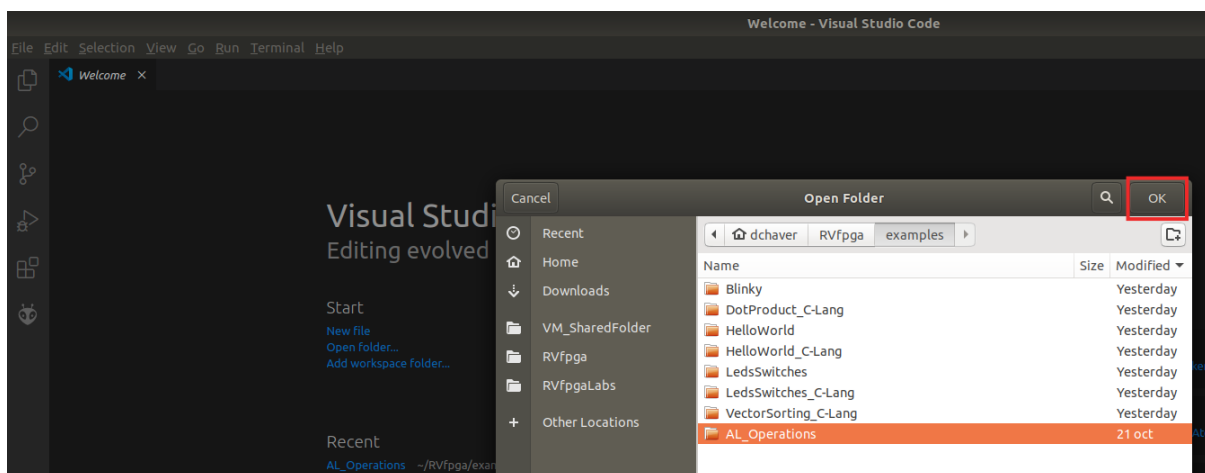

Figura 34. Abra la carpeta AL_Operaciones
- Seleccione el proyecto de PlatformIO que va a utilizar. En esta sección, como ejemplo, se utilizará `AL_Operations`, el primer ejemplo mencionado en la Tabla 9, que se depurará en la siguiente sección, pero podría seguir los mismos pasos con cualquier otro ejemplo. Por lo tanto, seleccione el directorio `AL_Operations` (no lo abra, simplemente selecciónelo - vea la **Figura 34**) y haga clic en OK en la parte superior de la ventana. PlatformIO abrirá el ejemplo.